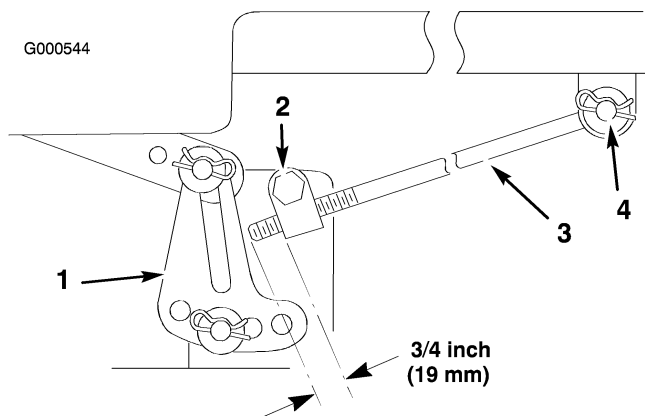

Figura 46
5. Mida la longitud de la varilla que se extiende por delante del bloque de ajuste en cada lado del chasis (Figura 46).
- Si la longitud de la varilla **no** es 3/4 pulg. (19 mm), retire el pasador y la arandela del extremo de la varilla (Figura 46), y gire la varilla hasta obtener la dimensión de 3/4 pulg. (19 mm).